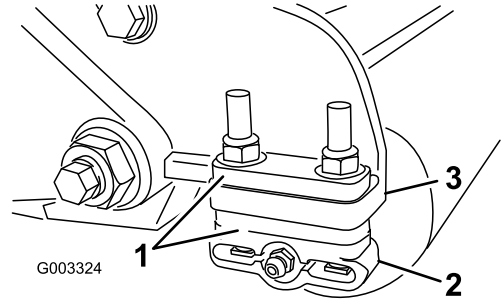

图10
1. 根据剪草高度图，将所需数量的隔片放置在侧板安装法兰（图10）下，将后滚筒支架（图10）调节到所需的剪草高度范围。